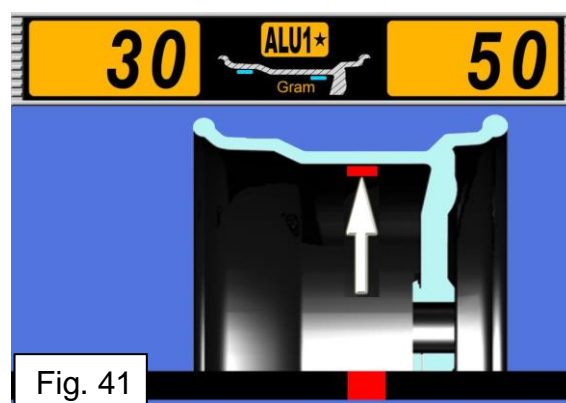

Fig. 41
- Aplique o peso na posição indicada pela seta mostrada na tela (ref. Fig. 41) seguindo os mesmos procedimentos para correção do lado interno.